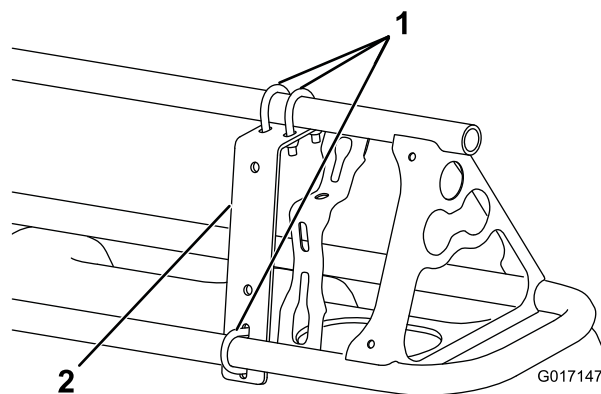
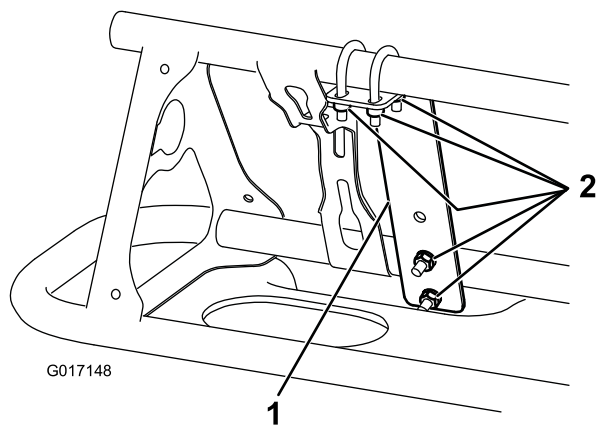

Figure 5
Figure 6
- Posez un support de fixation sur l'avant de chaque rampe, près de la buse extérieure, au moyen de 3 étriers filetés et 6 contre-écrous (1/4") (Figure 5 and Figure 6).